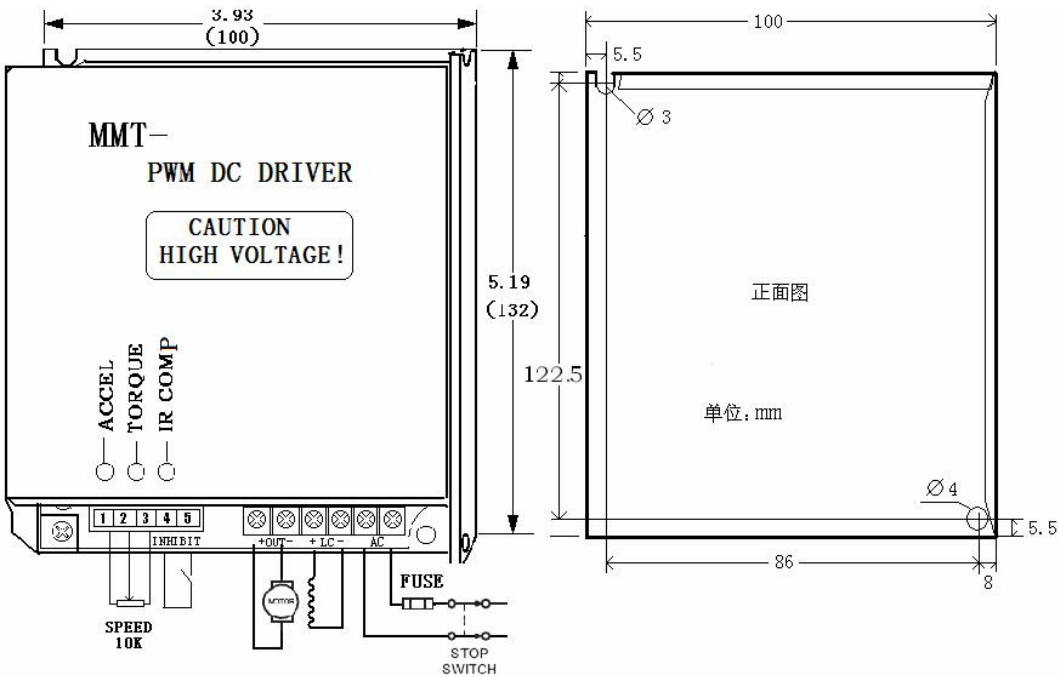

图 8
**十、外型尺寸：** 132 X 100 X 50 （mm） 见图 8